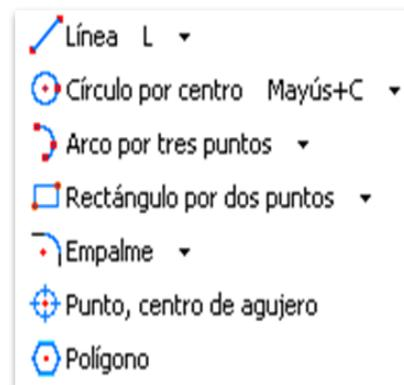

Figura 24. Herramientas para la creación de geometrías.
3.1.3.1. Herramientas para le creación de geometrías: son las herramientas que permiten crear líneas, círculos, rectángulos, etc., como lo indicado en la figura 24.